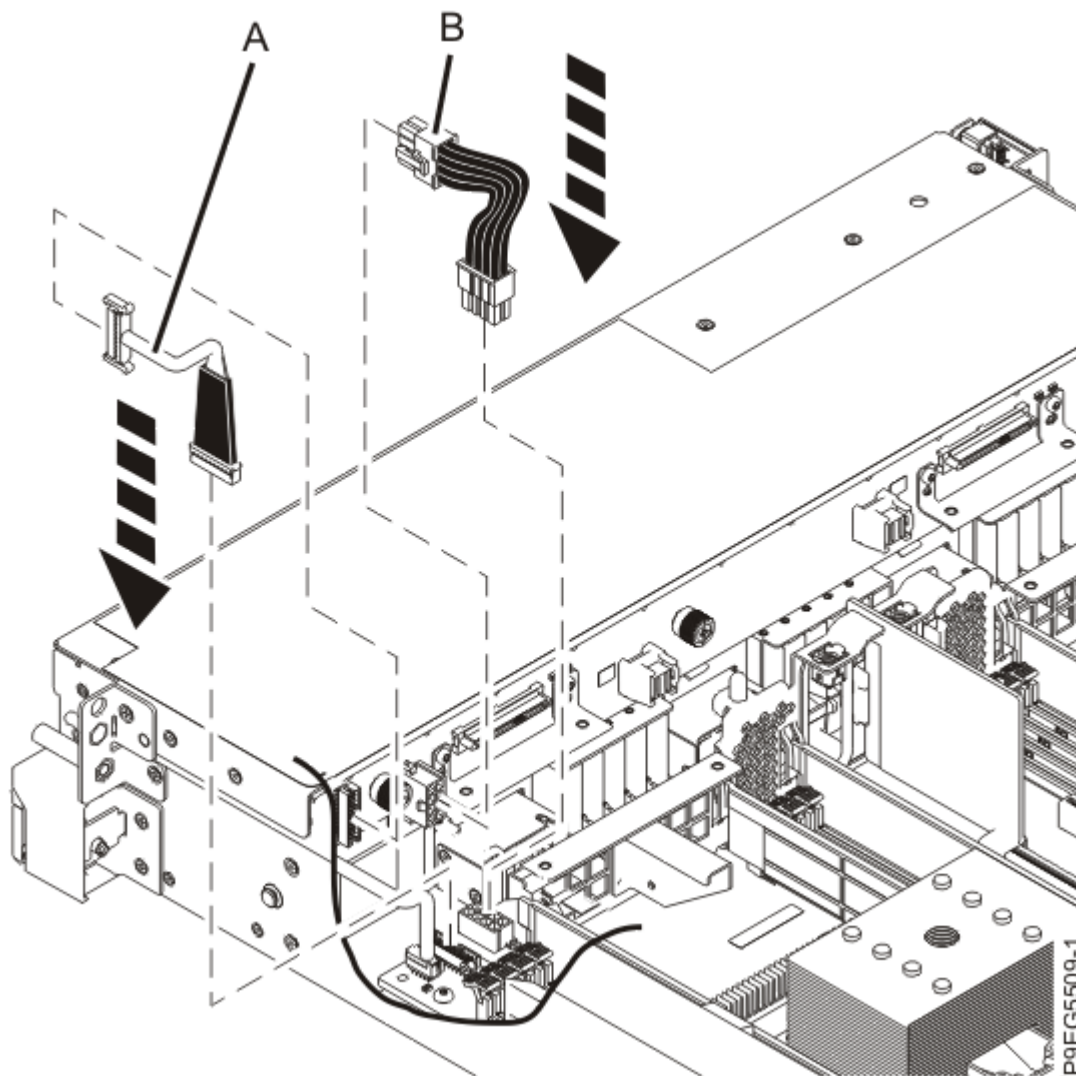

Figura 33. Reconexión del cable de señal y del cable de alimentación
2. Gracias a las etiquetas, vuelva a conectar el cable de alimentación **(B)** a la placa posterior de la unidad de disco, tal como se muestra en la Figura 33 en la página 38. Empuje los conectores hasta que el pestillo haga clic.